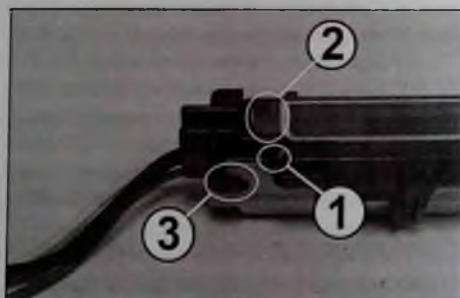

Рис. 17
2. С левой стороны снимают фиксатор (2 на рис. 17) нагревательного элемента. Для снятия иголкой освобождают нижнюю сторону (1) фиксатора из выступа на нижней стороне подложки нагревательного элемента, перемещают фиксатор от себя и снимают его с подложки.
3. Перемещают подложку в левую сторону до выхода выступа (3 на рис. 17) на левой ближней стороне подложки из паза на металлическом основании. Далее перемещают подложку нагревательного элемента вверх и снимают ее с металлического основания верхней части узла термовзакрепления в сборе с термопредохранителем контактной группой, разъемом жгута подачи питания на нагревательный элемент, датчиками температуры, жгутом и разъемом подключения датчиков к плате DC-контроллера.